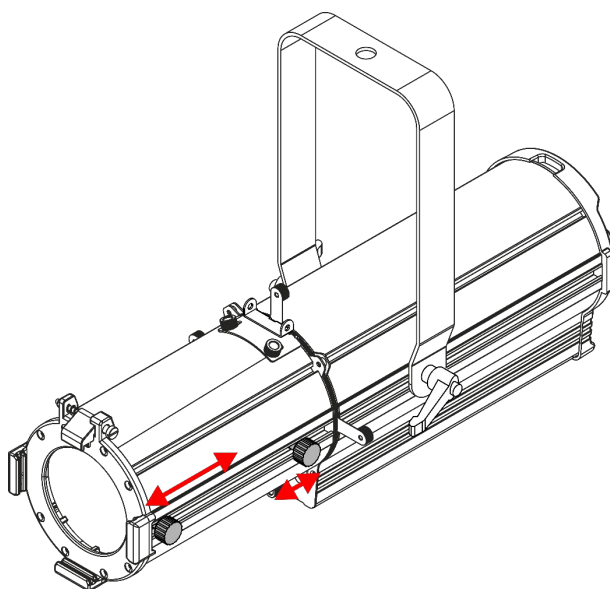

Fig. 11
- 01) Ruotare il **controllo della messa a fuoco (04)** e il comando **zoom (05)** in senso antiorario per allentarli.
- 02) Far scorrere i comandi in avanti o indietro per ottenere l'angolo di emissione desiderato (vedere la Fig. 11).
- 03) Una volta messo a fuoco il dispositivo, ruotare il **comando di messa a fuoco (04)** e il **comando dello zoom (05)** in senso orario per serrarli. Non serrarli eccessivamente.